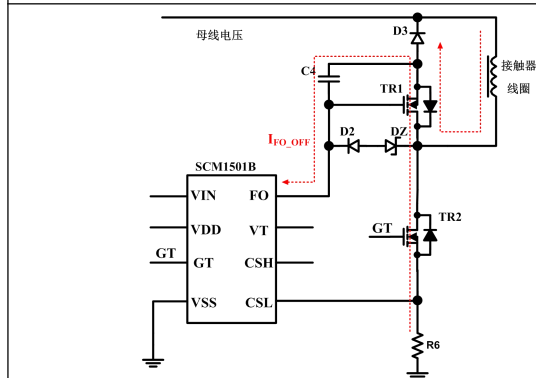

图8 关断阶段电路原理图
(3) 图8，在关断阶段，见关断阶段电路原理图。MOS管TR2不导通，同时FO会抽电容C1的电流，抽电流 I_{FO_OFF} 的路径如下：通过MOS管TR2的体二极管、MOS管TR1来抽C1的电流。这时MOS管TR1工作在亚阈值状态，MOS管TR1的漏端电压比较大，电压值为 $V_{TH}+V_{DZ}$ ，其中 V_{TH} 为TR1的导通阈值电压， V_{DZ} 为稳压二极管DZ的稳压值。这时接触器线圈的去磁电压变大，线圈电流衰减得很快，最终达到快速关断的效果。